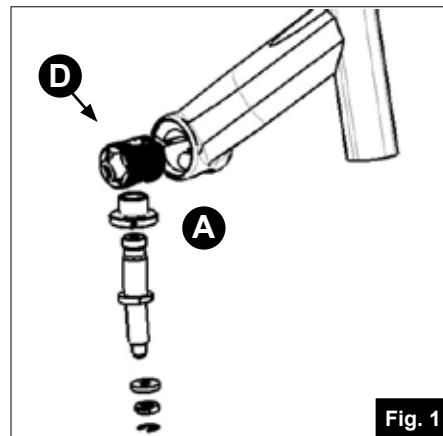
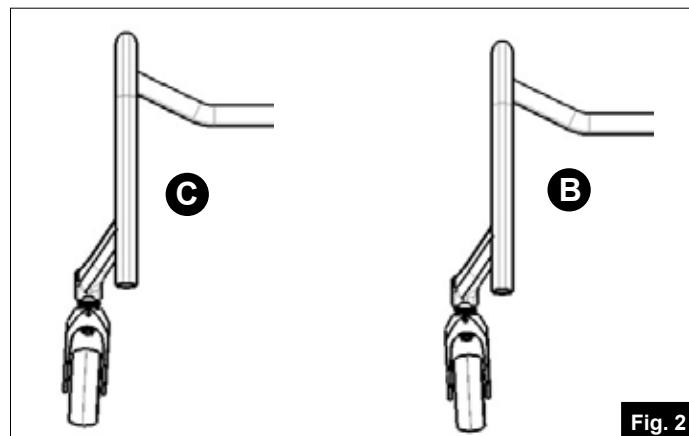

Fig. 1
Fig. 2
La stabilité directionnelle et la hauteur de la fourche se règlent simultanément : en tournant l'axe de la roue qui est légèrement en biais (A) (Fig. 1), la fourche s'oriente vers l'intérieur (B) ou vers l'extérieur (C) (Fig. 2).
- S'il fallait remplacer l'écrou illustré à la Fig. 1-D, il est fortement recommandé d'ajouter une pâte de montage carbone (référence 71208300) afin de garantir un ajustement optimal. Il est conseillé de confier cette opération à un spécialiste agréé.